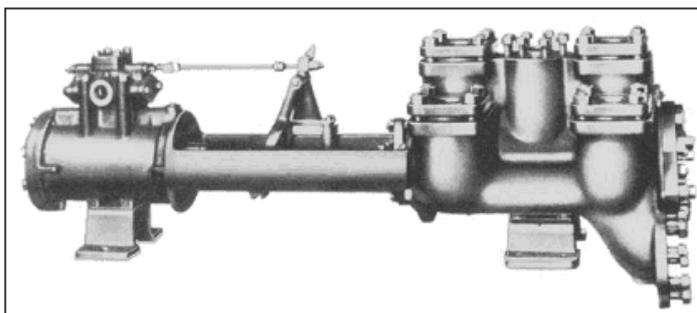

Figura 77 - Bomba Alternativa à vapor simplex
C) **Simplex** quando a bomba apresenta somente um cilindro de vapor acionando um cilindro de líquido, figura 77